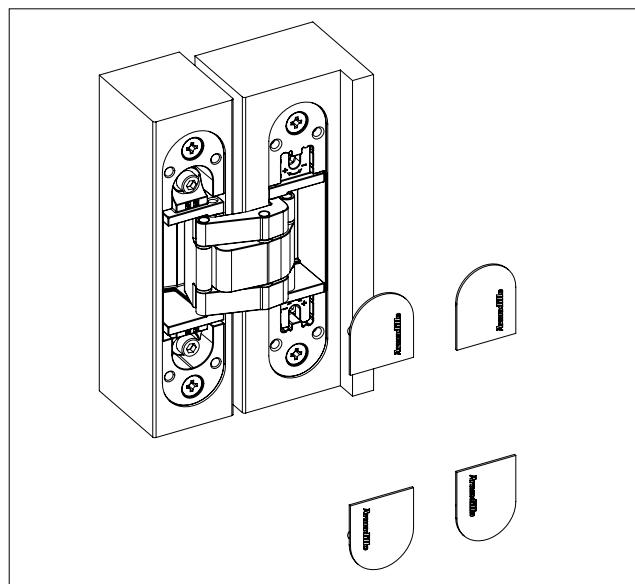

Рис. 6 – Установка декоративных накладок
3. Установить декоративные накладки (см. рис. 6).